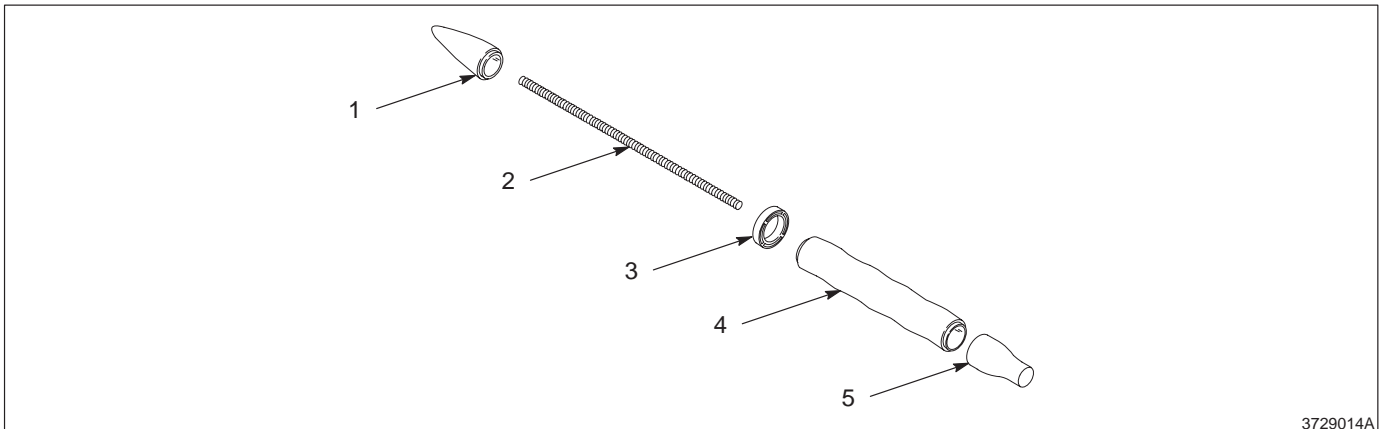

Abb. 13 Installation des Wartungssatzes für die Innen- und Außenverschleißmanschette; Schritte 3–7
3. Siehe Abb. 13. Schrauben Sie den Eingangsverteiler (1) oder den Ausgangverteiler (5) von der Gewindestange (2) ab.
4. Nehmen Sie die Verteiler und die Gewindestange von der Innenverschleißmanschette (4) ab. Entsorgen Sie die Innenverschleißmanschette und den Positioniererring (3).